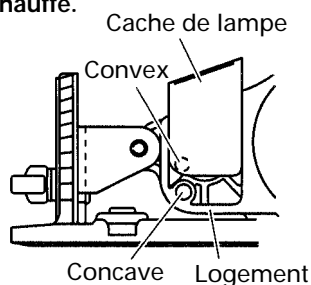

Fig. 21 (Vue latérale)
- (1) Retirer la section convexe du couvercle de la lampe de la section concave du logement, puis sortir le couvercle de lampe en tirant dessus dans le sens de la flèche, comme indiqué à la Fig. 21.